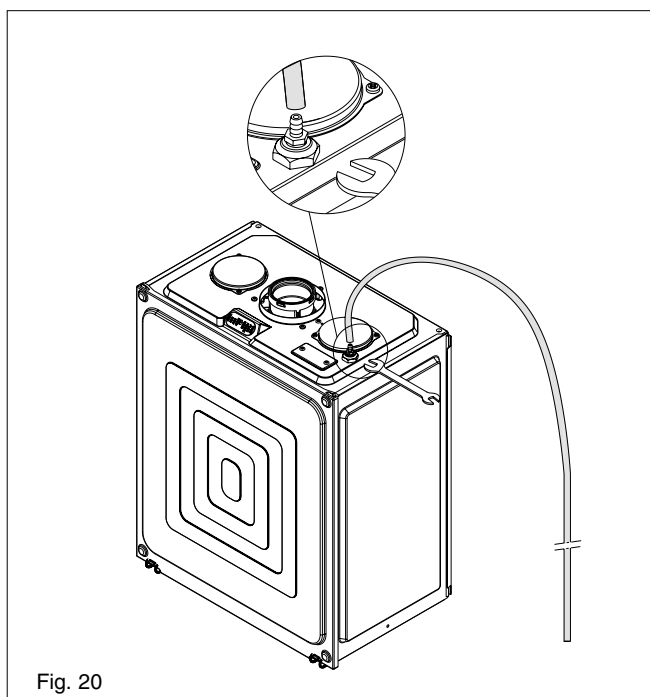

Fig. 20
5.3.1 MANUAL AIR RELEASE (Fig. 20)